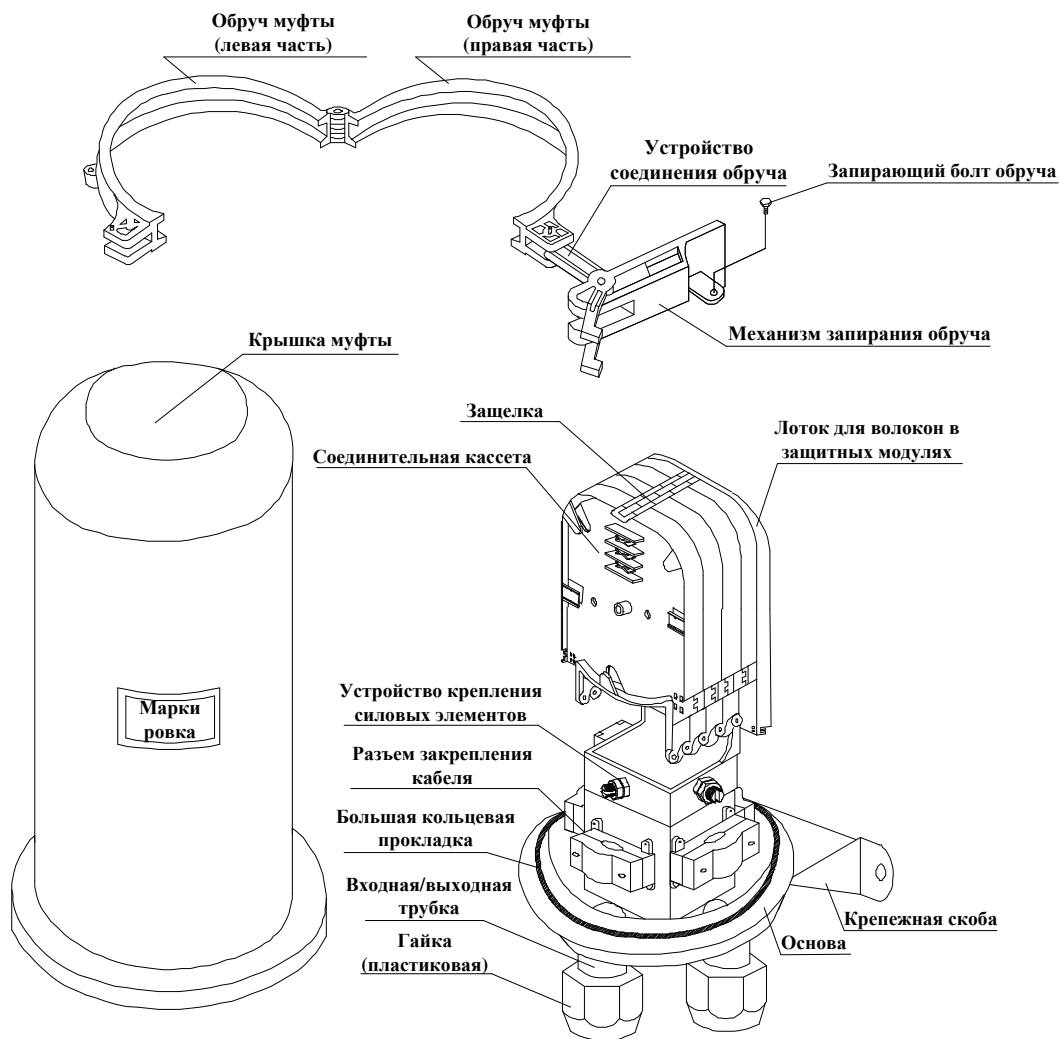

Рисунок 1
- ① Снимите болт, скрепляющий обруч и отожмите систему запирания, после чего снимите обруч с муфты.
- ② Снимите крышку муфты.
- ③ Снимите сплайс-пластины муфты.
- ④ Снимите гайки, прокладки и герметизирующие кольца с соответствующих входных/выходных трубок муфты, выбранных с учетом диаметров кабелей.
- ⑤ Для жесткого крепления муфты применяется держатель. Фиксируем основание муфты в этом держателе.
6.1.4 Смотрите рисунок 1.